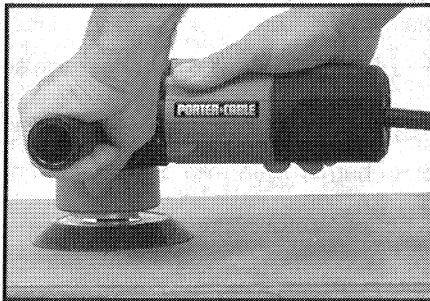

Fig. 5
3. Ponga la lijadora con el disco en contacto plano (vea la Fig. 5) con la pieza de trabajo.